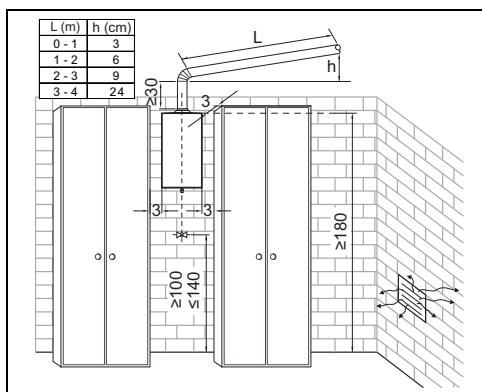

Fig. 21 Distancias mínimas
- Observe las medidas mínimas de instalación indicadas en la Fig. 21.